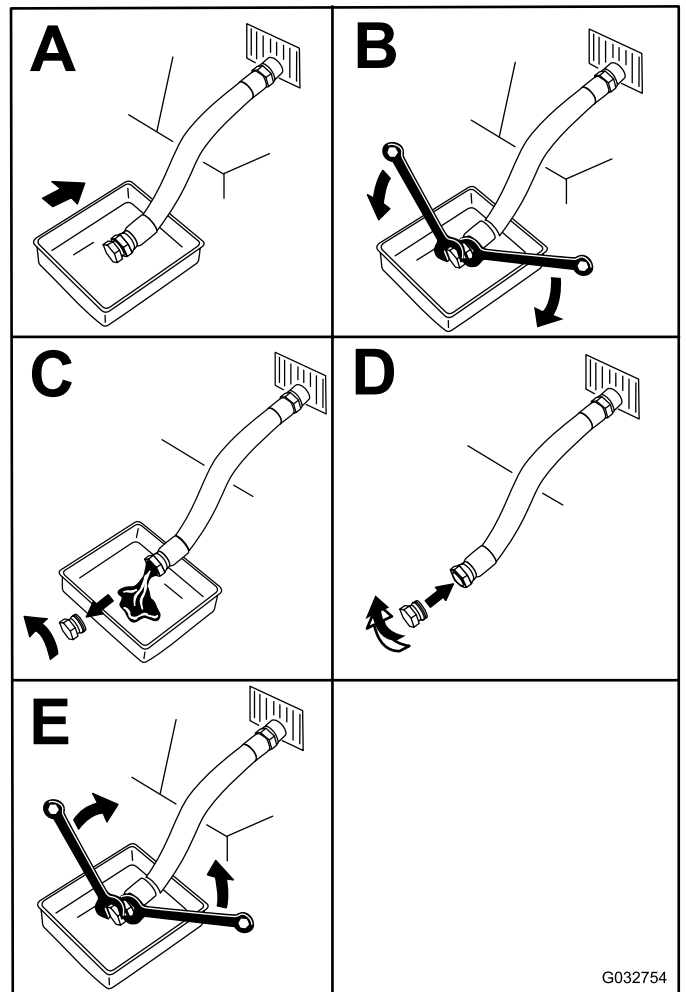

Figure 31
5. Vidangez l'huile (Figure 31).